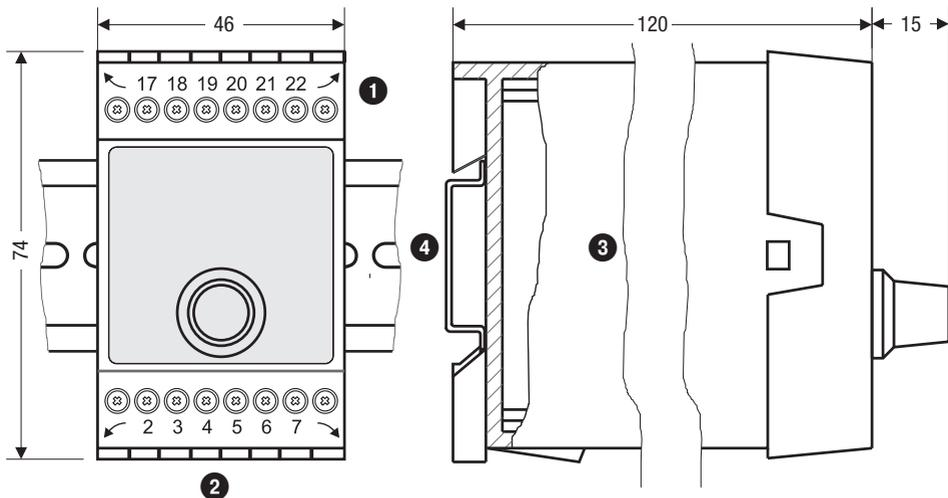

Fig. 3
Les régulateurs de conductibilité LRR 1-50, LRR 1-51 sont encliquetés dans l'armoire de commande sur une barre de support de type TH 35, EN 60715. **Fig. 3** ④.